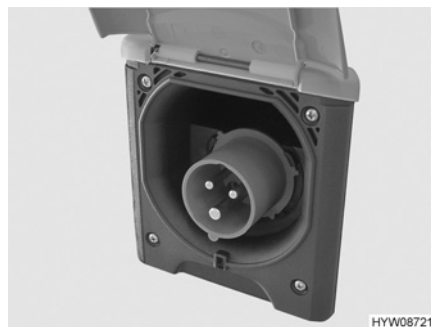

Bild 74 230 V-anslutning på fordonet (CEE-uttag)
- Öppna höljet på 230 V-anslutningen i fordonet (Bild 74) och stick in stickkopplingen. Kontrollera så att låsklacken i den fjäderspända klapplocket är ikopplad.